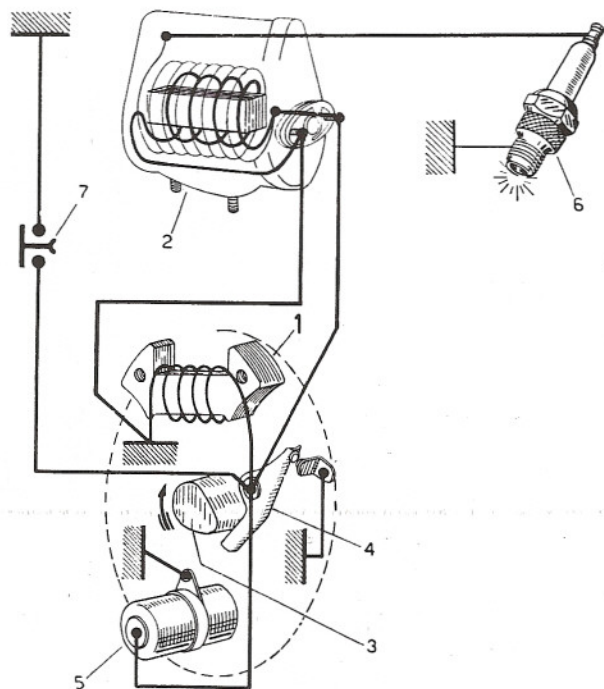

Fig. 2/A - Schema dell'accensione
**Accensione** (ved. fig. 2/A): a mezzo di bobina A.T. esterna al motore, il cui primario è alimentato da apposita bobina del volano magnete.